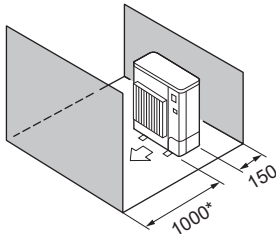

Fig. 2-11
- (5) Kun forhindringer foran og bagved (Fig. 2-11)